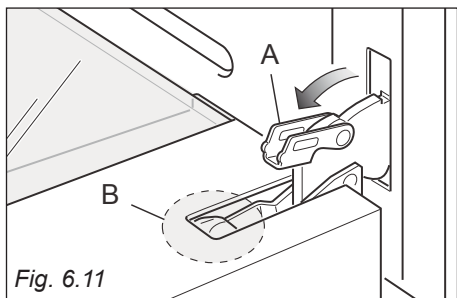
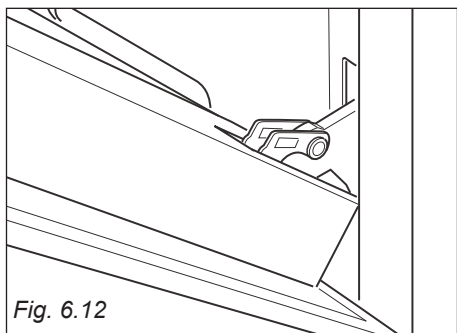

Fig. 6.11
Fig. 6.12
- Socchiudere dolcemente la porta (fig. 6.12) fino a quando le leve **A** delle cerniere destra e sinistra si agganciano alla parte **B** della porta (fig. 6.11).